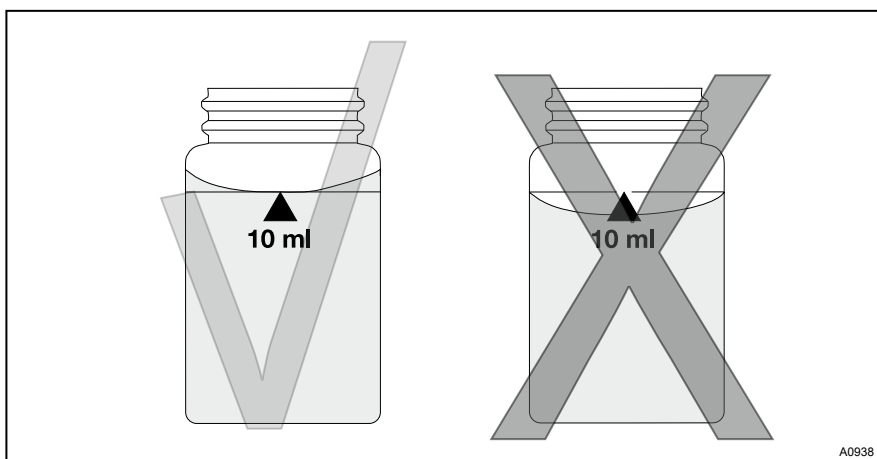

Fig. 2: abastecimento correcto da cuvete: Para a esquerda = correcto / para a direita = errado
11. ➤ Abasteça a cuvete como indicado em Fig. 2.
3. ➤ Encha a cuvete com a amostra de água até à marca de 10 ml, veja Fig. 2
8. ➤ Encha a cuvete com a amostra de água até à marca de 10 ml, veja Fig. 2